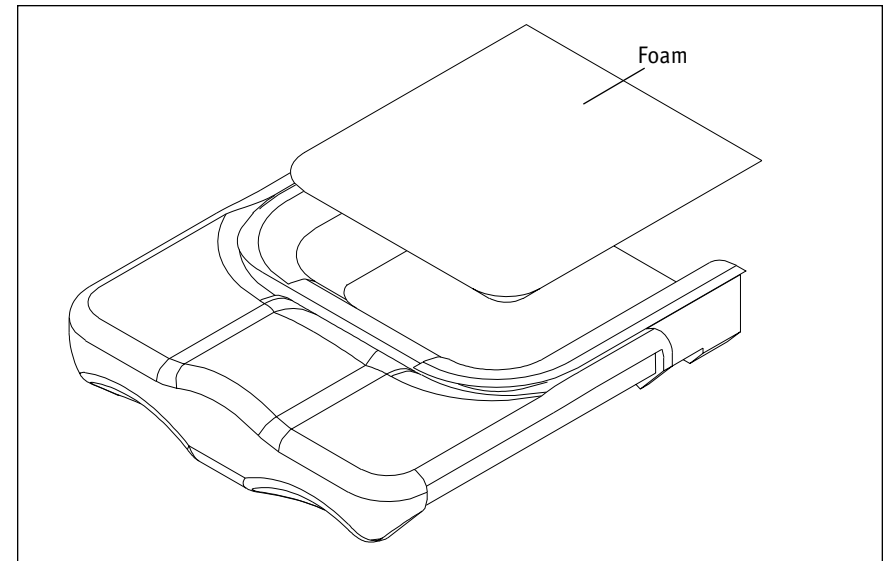

Figure 7
5. Insert layers of foam into the seat well (Figure 7).
5. Inserite i fogli di gommapiuma all'interno della fossa posteriore (fig.7)